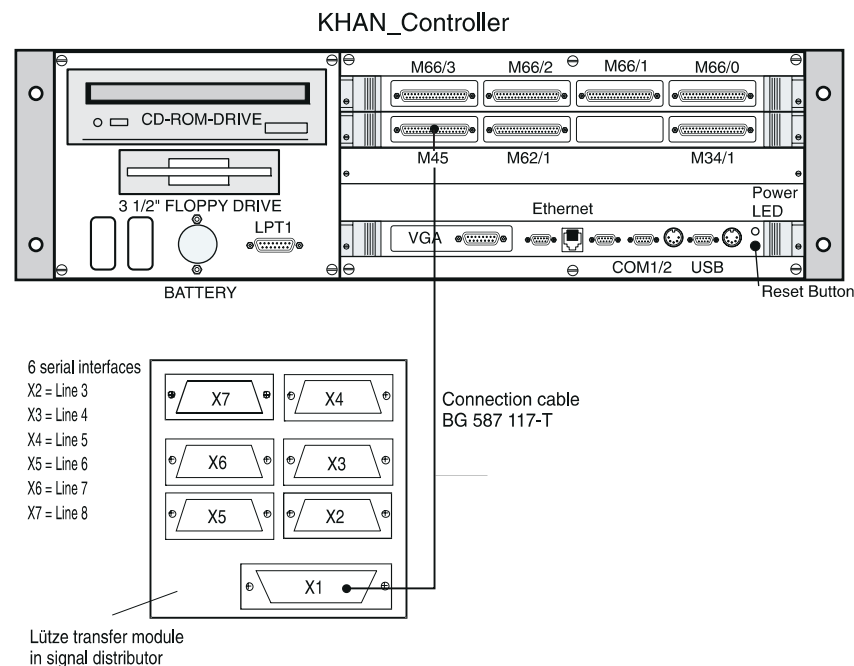

Abb. 12-21
- c - Beachten Sie Abb. 12-21, 366 bei der Zuordnung der seriellen Schnittstelle.